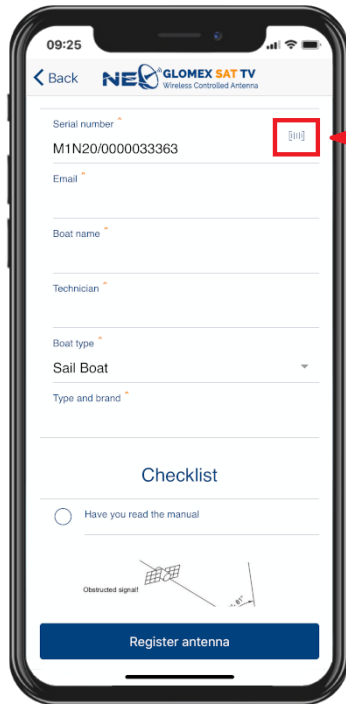

Fig. 47
- Haga clic en el botón del código de barras en la parte superior derecha (Fig. 47), escanee el código de barras en la página 2 del manual de usuario de su antena, en el embalaje, en la parte trasera de la unidad de control y en el disco parabólico. Rellene los datos que faltan y la lista de comprobación de la instalación para completar el registro.